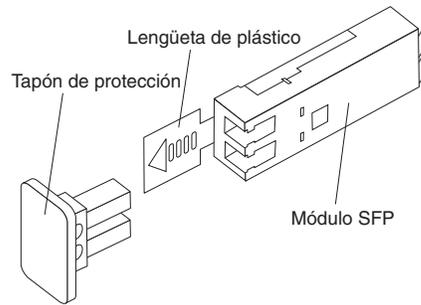

Figura 17. Módulo SFP (Small Form-Factor Pluggable)
3. Retire el tapón de protección del módulo SFP, como se muestra en la Figura 17 en la página 25. Guarde el tapón de protección para utilizarlo más adelante.